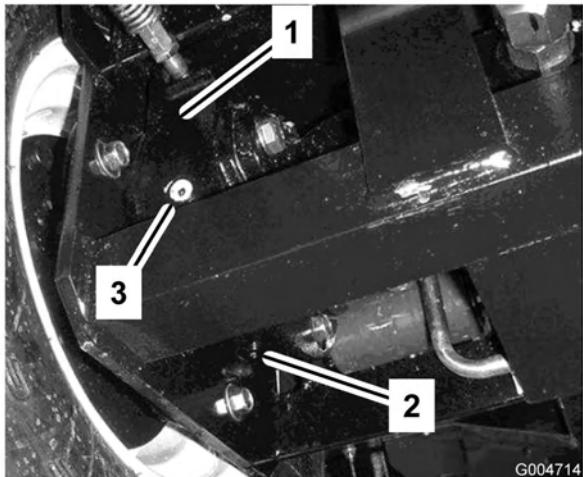

Figure 59
4. Placez un bac de vidange sous le carter de frein de l'autre côté de la roue (Figure 59).
7. Enlevez le bouchon de contrôle du carter de frein (Figure 59).